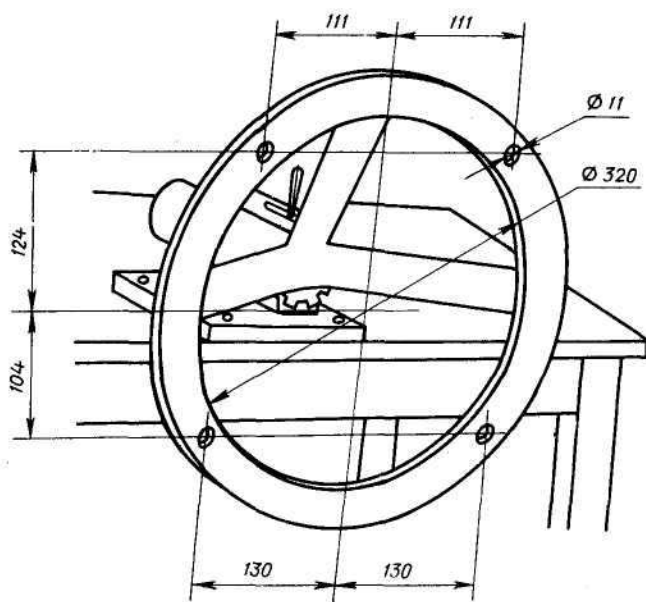

Рис. 41. Приспособление для крепления двигателя при разборке и сборке
- установите двигатель на поворотное приспособление (рис. 41 и 42);